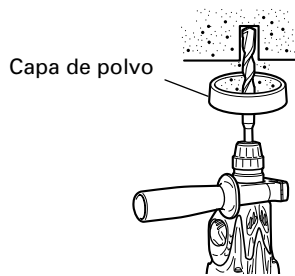
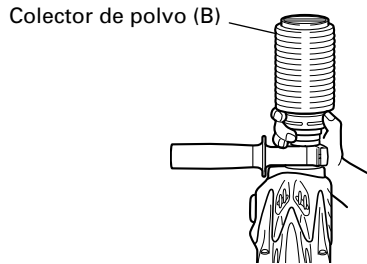

Fig. 4
Fig. 5
7. Cuando instale la copa de polvo o el lector de polvo (B) (Accesorios facultativos) (Fig. 4, Fig. 5)
Emplee la copa de polvo instalando la broca como se muestra en la Fig. 4. Cuando emplee una broca de gran diámetro, agrande el orificio central de la copa de polvo con este martillo perforador.
- Instalación del colector de polvo (B)
Para emplear el colector de polvo (B), insértelo desde la punta de la broca alineándolo con la ranura de la empuņadura (Fig. 5).